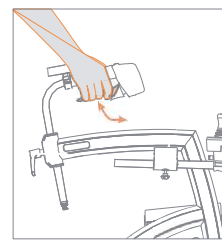

Figura 29: Soltar el freno de estacionamiento.
- Para sacar el andador de la posición de estacionamiento, vuelva a apretar las manetas de los frenos y suéltelos (**Figura 29**). El andador ya no está en posición de estacionamiento.